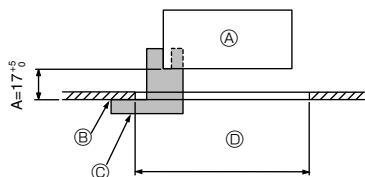
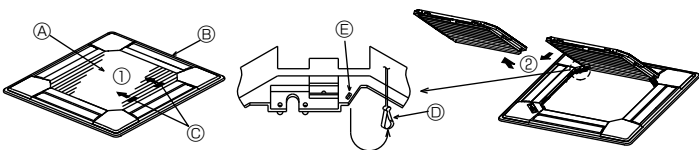
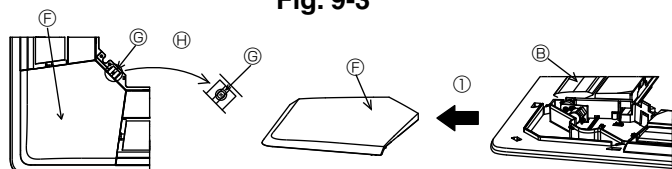

Fig. 9-2
Fig. 9-3
Fig. 9-4
①	Grille	1	950 × 950 (mm)
②	Vite con rondella di frenata	4	M5 × 0,8 × 25
③	Calibro	1	(Diviso in quattro parti)
④	Dispositivo di attacco	3
⑤	Vite	4	4 × 8
⑥	Vite	1	4 × 12
⑦	Telecomando senza fili	1	per PLP-6BALM, PLP-6BALME
⑧	Comando a distanza con fili	1	per PLP-6BAMD, PLP-6BAMDE
⑨	Pannello angolare i-see sensor	1	per PLP-6BAE, PLP-6BAMDE, PLP-6BALME
9.2. Preparazione dell'attacco della griglia (Fig. 9-2)
- Utilizzando il calibro ③ fornito con il kit di montaggio, regolare e controllare la posizione dell'unità rispetto al soffitto. Qualora la posizione dell'unità rispetto al soffitto non sia corretta, è possibile registrare perdite della portata d'aria o la formazione di condensa.
- Ⓒ Calibro ③ (inserito nell'unità)
9.2.1. Rimozione della griglia di ingresso (Fig. 9-3)
- Far scorrere le leve nella direzione indicata dalla freccia ① per aprire la griglia di ingresso stessa.
- Con la griglia di ingresso in posizione "aperta", rimuovere la cerniera della griglia stessa, come indicato dalla freccia ②.
9.2.2. Rimozione del pannello angolare (Fig. 9-4)
- Rimuovere la vite dall'angolo del pannello angolare. Far scorrere il pannello angolare, secondo quanto indicato dalla freccia ① per rimuovere il pannello stesso.
[Fig. 9-3] [Fig. 9-4]